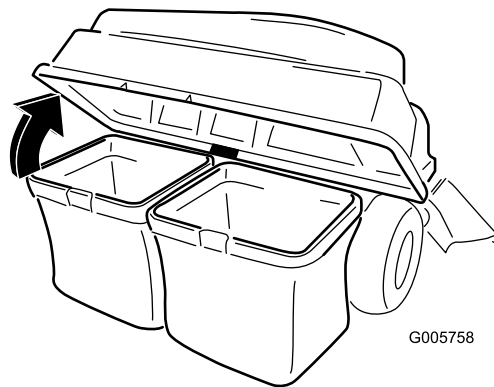

Figura 42
3. Deschideți (ridicați) partea superioară a sistemului de colectare (Figura 42).